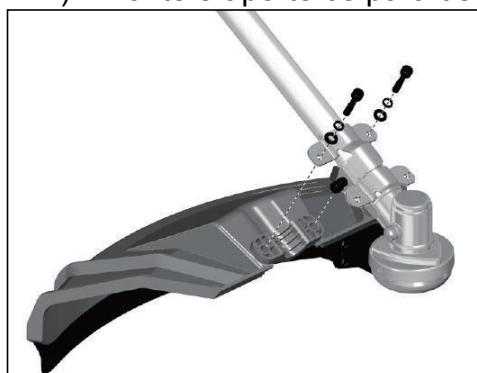
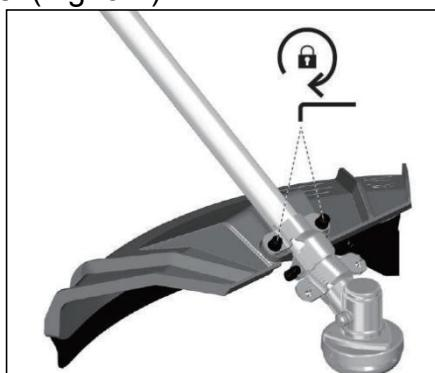

Fig. 3-1
Fig. 3-2
**Montagem da proteção (Fig. 3-1, Fig. 3-2)**
- 1) Coloque a proteção na fixação. (Fig. 3-1)
- 2) Monte e aperte os parafusos. (Fig. 3-2)